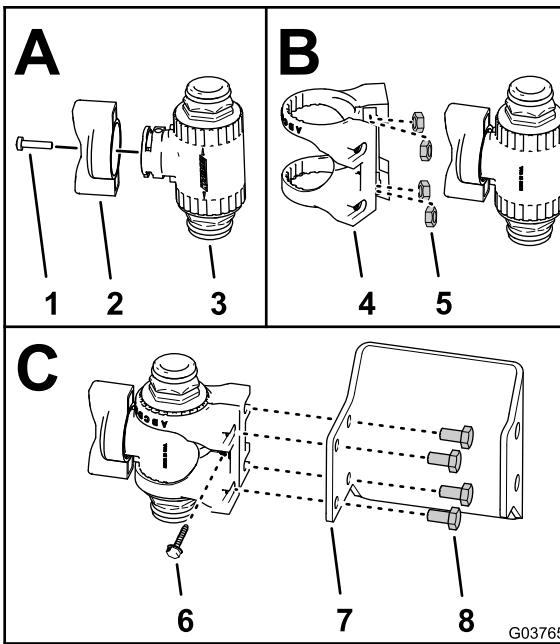

Bild 52
1. Befestigen Sie den Griff mit der Schraube (6-32 x 5/8") am Rührwerkdrösselventil (Bild 52).
2. Falls sie nicht angebracht sind, setzen Sie die vier Edelstahlmutter in die Schlitze der Drosselventil-Befestigung aus Nylon für das Rührwerk-Drosselventil ein (Bild 52).
3. Befestigen Sie das Rührwerk-Drosselventil in der Befestigung für das Drosselventil, wie in Bild 52 abgebildet.
4. Befestigen Sie die Befestigung für das Drosselventil mit der Schraube (6-32" x 5/8") am Rührwerk-Drosselventil, wie in Bild 52 abgebildet.
5. Befestigen Sie das Drosselventil und die Befestigung mit den vier Schrauben (6 mm x 12 mm) an der Halterung des Rührwerkventils (Bild 52).